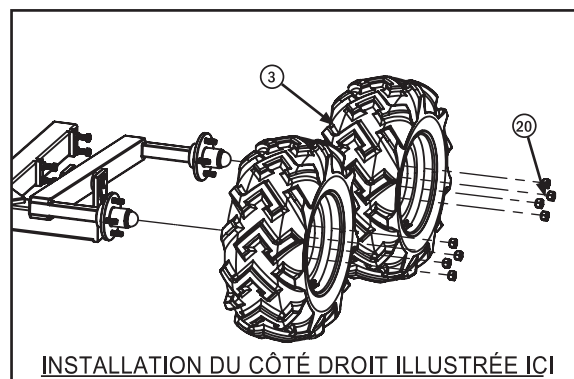
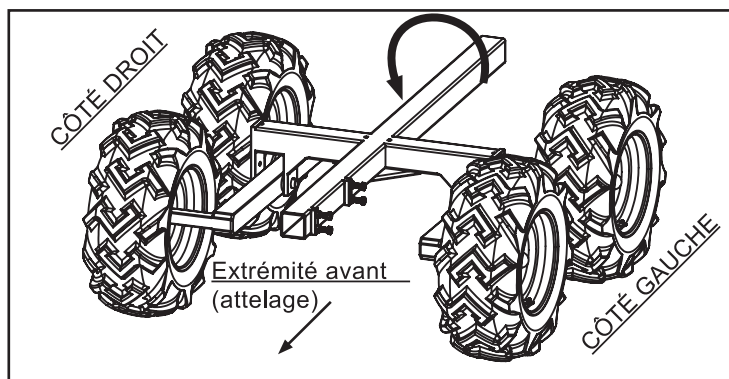

Fig. 6
Fig. 7
Étape 7 : Installez les roues. Notez que les roues sont marquées d'un « R » pour l'installation sur le côté droit, et d'un « L » pour le côté gauche. Les deux côtés sont indiqués sur la fig. 7 (notez que l'extrémité avant (attelage) est maintenant affichée et pointée vers la gauche de l'image). En maintenant un côté du châssis, installez une roue sur chaque moyeu de roulement. Placez quatre écrous à ergot M12 avec l'extrémité conique vers la roue sur chaque goujon de roue et serrez à la main (fig. 6). Répétez l'opération pour l'autre côté.
Étape 8 : Retournez le châssis principal. Avec l'aide d'une deuxième personne, retournez le châssis principal avec les roues (fig. 7). Soyez prudent lors du levage afin de ne pas vous prendre les mains dans les points de pincement entre l'ensemble essieu et le châssis principal. Une fois que les 4 roues sont au sol, calez les pneus pour les empêcher de bouger et serrez tous les écrous à ergot à 109 Nm (80 pi-lb) chacun.